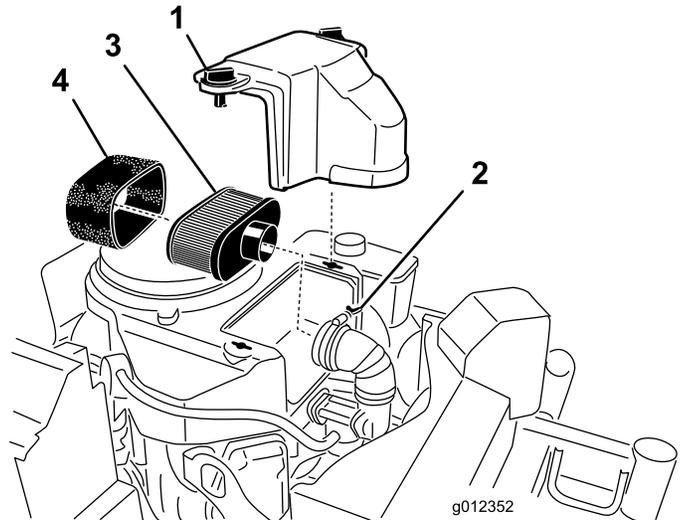

Figure 30
3. Nettoyez la surface autour du filtre à air pour éviter que des impuretés n'endommagent le moteur en tombant à l'intérieur (Figure 30).
4. Dévissez les boutons du couvercle et déposez le couvercle du filtre à air (Figure 30).
5. Dévissez le collier et déposez le filtre à air (Figure 30).
6. Sortez délicatement l'élément en mousse de l'élément en papier (Figure 30).
1. Ne nettoyez pas l'élément en papier, remplacez-le (Figure 30).
1. Glissez délicatement l'élément en mousse sur l'élément en papier (Figure 30).
2. Posez l'ensemble filtre à air sur sa base et fixez-le en place avec les 2 écrous à oreilles (Figure 30).
3. Mettez le couvercle du filtre en place et serrez le bouton (Figure 30).